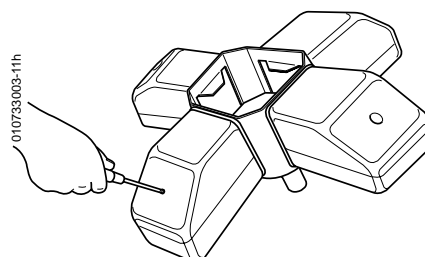

FIG. 8
- 8) Dévisser les 4 vis externes de fixation des capots de bras (FIG. 8).